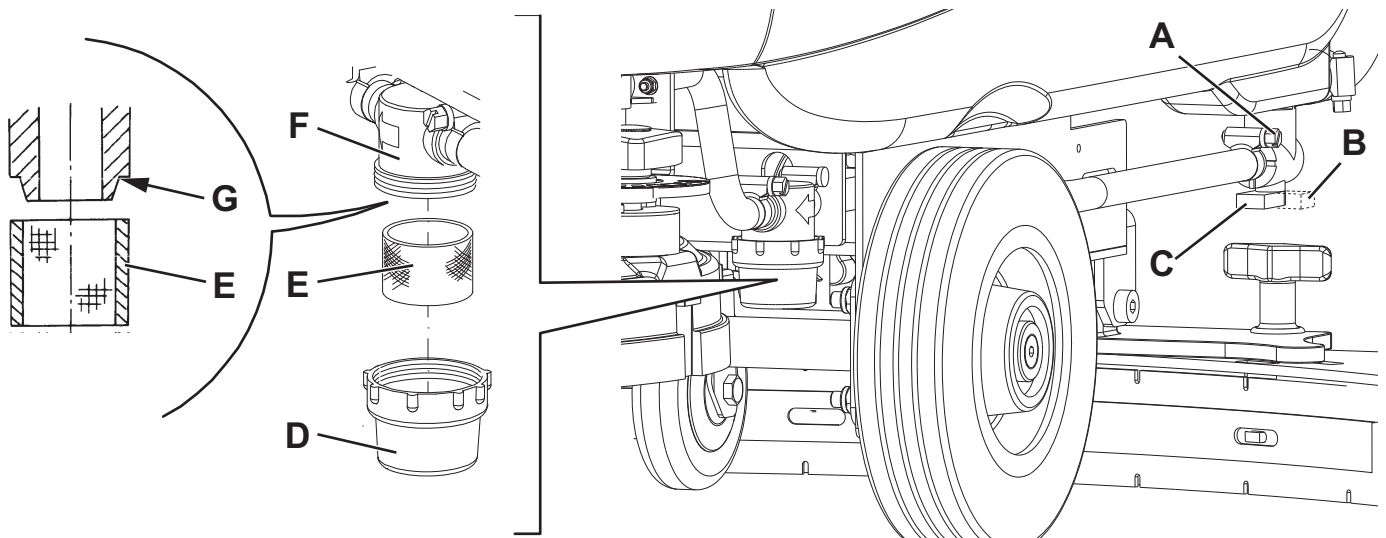

Abbildung 5
2. Netzkabel (3) vom Stromnetz trennen.
3. Das Reinigungslösungsventil (A, Abb. 5) schließen. Das Ventil befindet sich unter dem Gerät hinter dem linken Hinterrad. Das Ventil (A) ist geschlossen, wenn es sich gegenüber der Leitung in Stellung (B) befindet. In Stellung (C) ist es geöffnet.
4. Durchsichtigen Deckel (D) abnehmen und Siebfilter (E) entfernen. Reinigen und in der Halterung (F) anbringen.